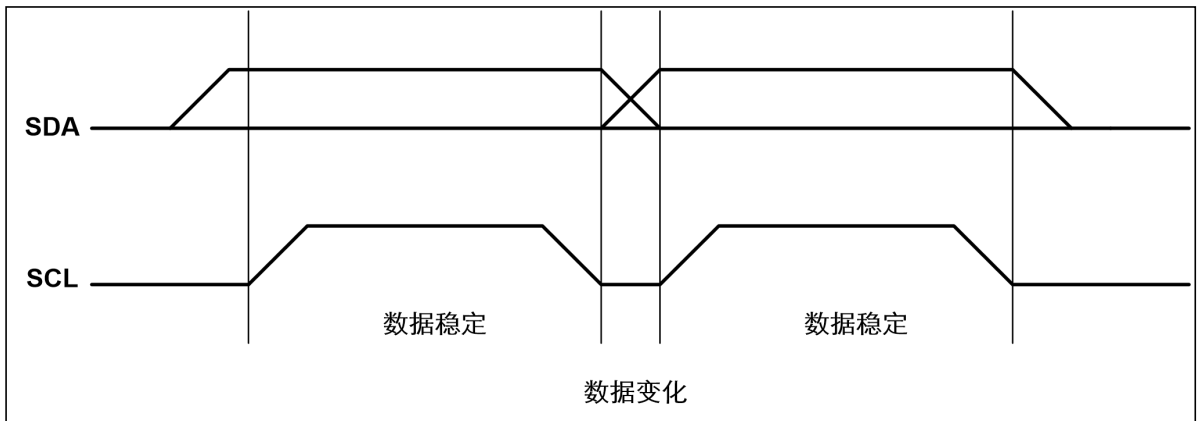

图 19-3 数据有效时序
**时钟有效时序:**SDA 引脚通常被外围器件拉高。SDA 引脚的数据应在 SCL 为低时变化(参见图 19-3);当数据在 SCL 为高时变化, 将视为下文所述的一个起始或停止命令。